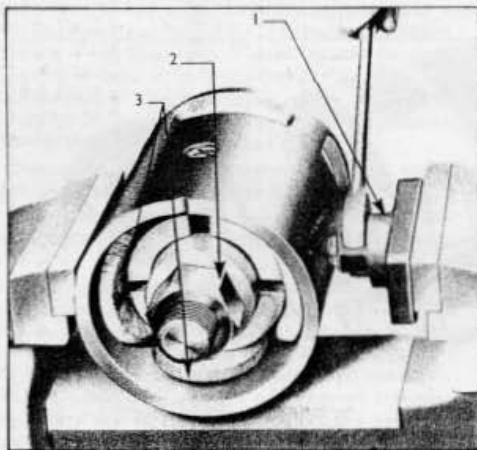

Fig. 13
3. Positionner l'outil spécial d'écartement des pièces polaires dans le manchon de protection de démarreur puis serrer la vis pour écarter l'outil et l'amener en contact avec les pièces polaires. Fixer le manchon de protection de démarreur et le tournevis spécial pour pièces polaires dans un étau, comme le montre la FIG. 13, puis desserrer une à une les vis des pièces polaires ; les retirer.